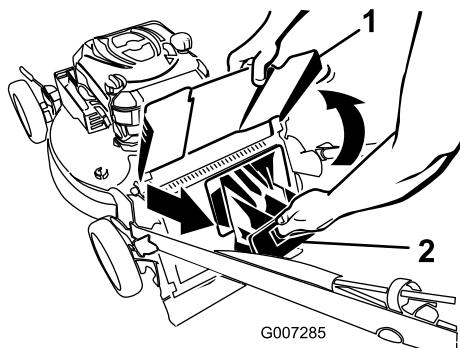

Bild 23
- Heben Sie den Auswurfkanal an und halten ihn hoch (Bild 23).
- Ziehen Sie die Heckauswurfklappe ab (Bild 23).